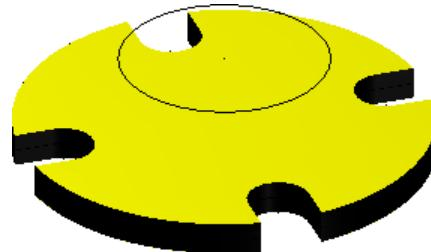

图 6-80 选取修剪曲面
- 03 根据系统提示“选择曲面”，在绘图区内选择如图 6-80 所示两端的曲面作为修剪曲面，并按回车键。